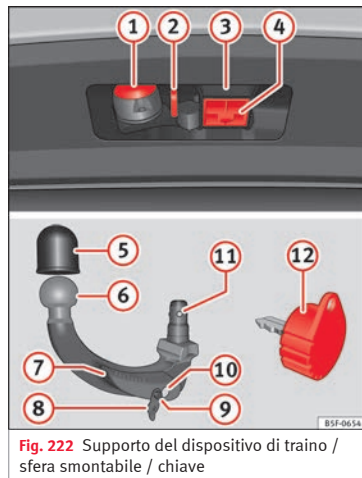

Fig. 222 Supporto del dispositivo di traino / sfera smontabile / chiave
Legenda » fig. 222
- Estrarre il tappo di alloggiamento del gancio (4) » fig. 222 verso il basso.